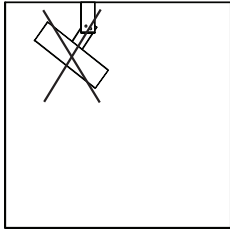

**Fig.1**
**1.** The EIR can be mounted to the ceiling or on the wall, horizontally, where the lowest installation height is 1.8m from the floor level. Respect and follow the minimum distances to the surrounding surfaces, according to fig.1.
1. Der EIR kann an der Decke oder an der Wand montiert werden (horizontal). Die niedrigste Montagehöhe beträgt 1,8 m. Die Mindestabstände laut fig.1 sollten eingehalten werden.
1. Le EIR peut être monté sur les murs ou le plafond (horizontal). La hauteur de fixation minimale est de 1,8 mètres. Les distances minimales selon la figure 1 doivent être respectées.
1. EIR kan monteras i taket eller på väggen, horisontellt, där den lägsta monteringshöjden är 1,8 m ifrån golvnivån. Respektera och följ min. avstånden till omgivande ytor enligt fig.1.